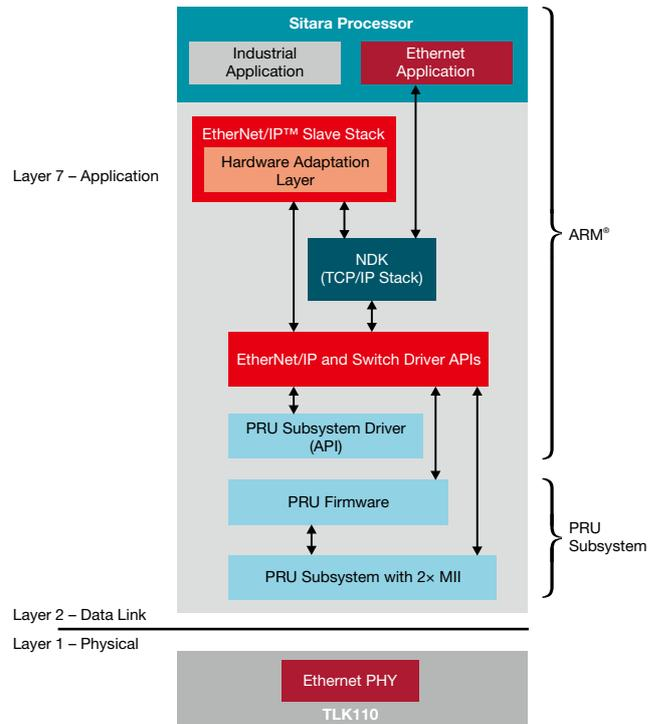

図13. EtherNet/IPスレーブのソフトウェア・アーキテクチャ。
図13に示すように、TI Sitaraデバイス上のEtherNet/IPスレーブの実装は、次の3つのソフトウェア・コンポーネントで構成されます。(1) PRU内でレイヤ2の機能を実装するマイクロコード、(2) Armプロセッサで動作するEtherNet/IPスレーブ・スタック、(3) 産業用アプリケーション。TIでは、プロトコル・アダプテーション層やデバイス・ドライバなど、追加のサポート・コンポーネントをソフトウェア開発キット内で提供しています。